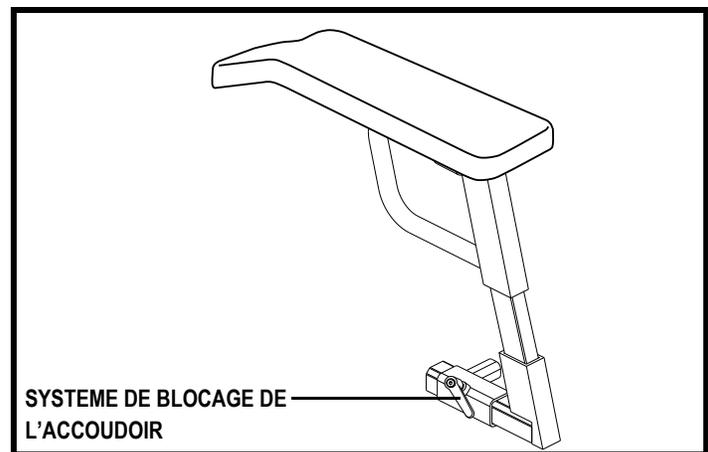

Figure 17. Réglage la position des accoudoirs
1. Tournez le système de blocage de l'accoudoir dans le sens inverse des aiguilles d'une montre pour le débloquent. Voir la figure 17.